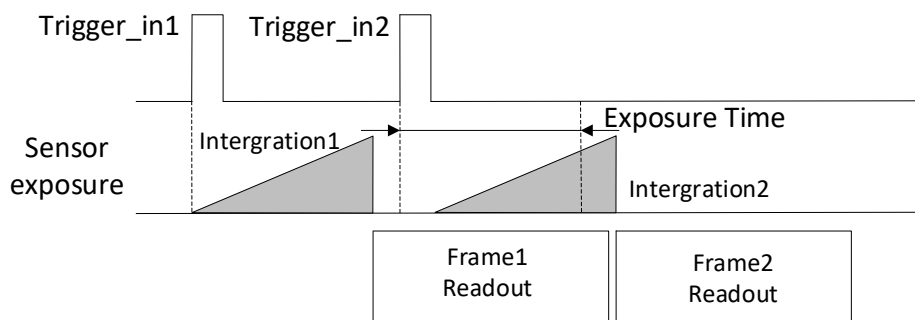

图4-19 第 2 帧曝光移动处理时序
- 若第 2 个触发信号第 1 帧图像的曝光结束时间早于相机当前第 1 个触发信号最后 1 帧出图时间，则相机内部会做处理，将第 2 个触发信号第 1 帧图像的曝光开始时间推迟，确保第 2 个触发信号第 1 帧图像的曝光结束时间不早于第 1 个触发信号最后 1 帧的出图时间，图 4-19 所示。